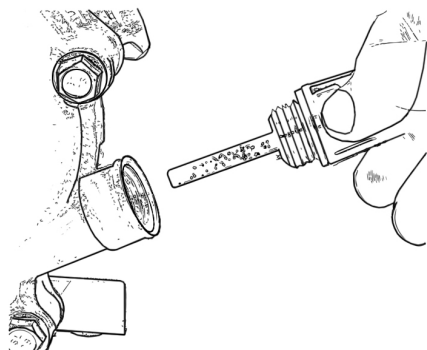

Rysunek 12
**Nigdy nie obracaj korka wlewu oleju z podłączonym bagnetem do gwintu podczas odczytywania poziomu oleju. Prowadzi to do nieprawidłowego wyniku pomiaru (Rys. 12).**